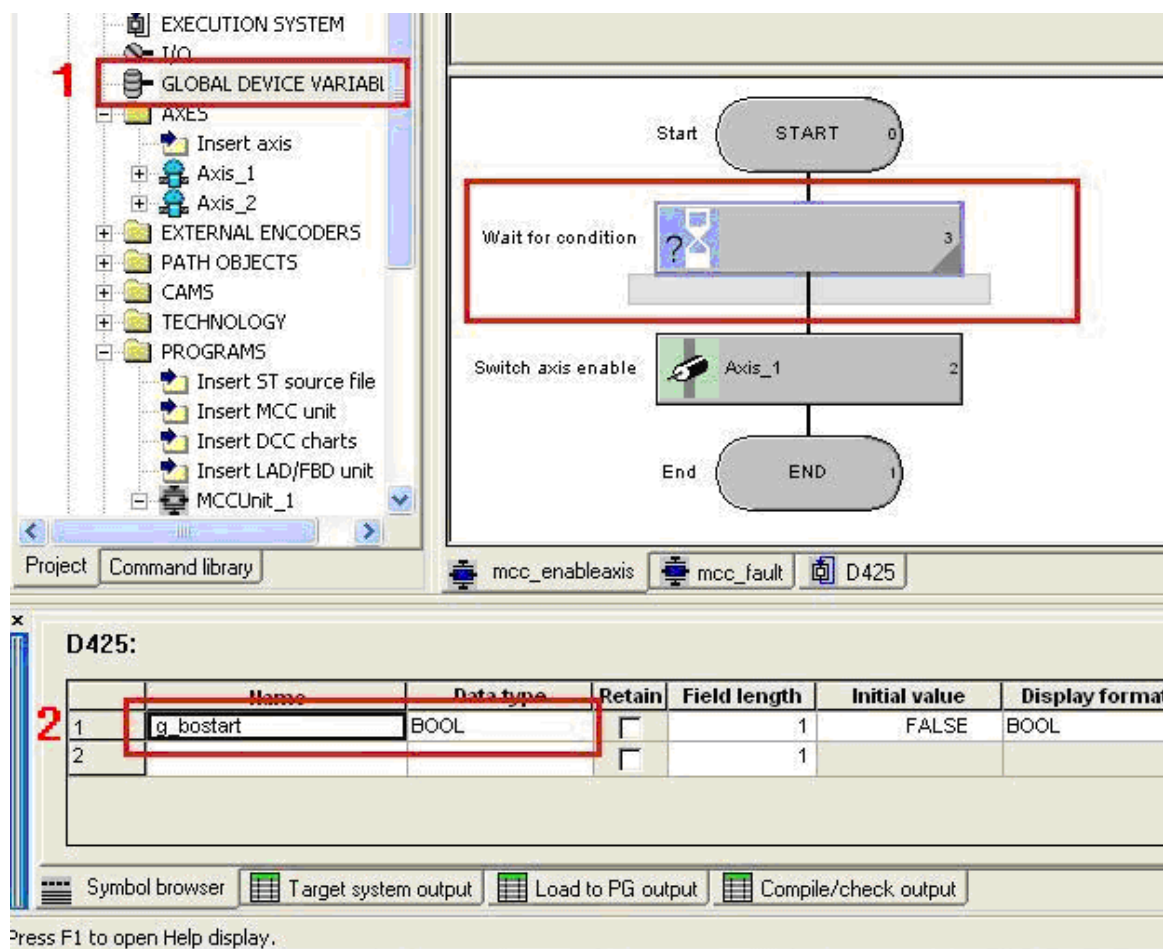

图 5.3 添加变量
4. 为了能够更加方便的监控程序的执行过程，在使能命令之前加入一个等待条件命令，并在 GLOBAL DEVICE VARIABLE 下面新建 Bool 类型变量 g_boStart，将它的高电平作为等待条件。如图 5.3 所示。